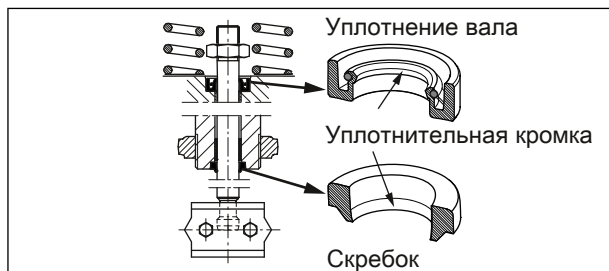

Рис. 19: Выравнивание уплотнительного кольца вала и скребка
6. Установите уплотнение вала с помощью подходящего инструмента. Убедитесь в том, что уплотнительные кольца вала правильно выровнены, см. Рис. 19.